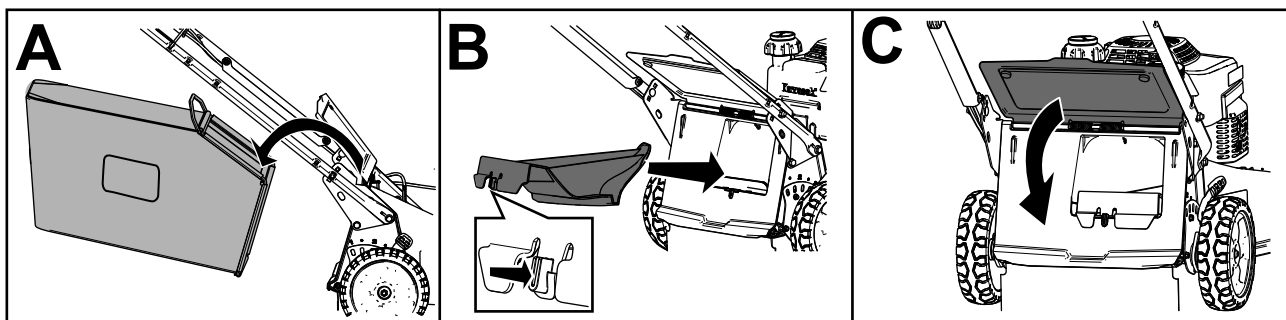

Figura 20
- Dacă sacul pentru iarbă este montat pe maină, îndepărtați-l (A din Figura 20).
- În cazul în care capacul de evacuare posterioră nu este montat, prindeți-l de mâner, ridicați deflectorul din spate și introduceți-l în jgheabul de evacuare posterioră până când elementul de fixare se blochează în poziție (B din Figura 20).
3. Scoateți tija sacului pentru iarbă din canelurile de la baza mânerului (A din Figura 20).
4. Montați capacul evacuării (B din Figura 20).
5. Coborâți deflectorul spate (C din Figura 20).